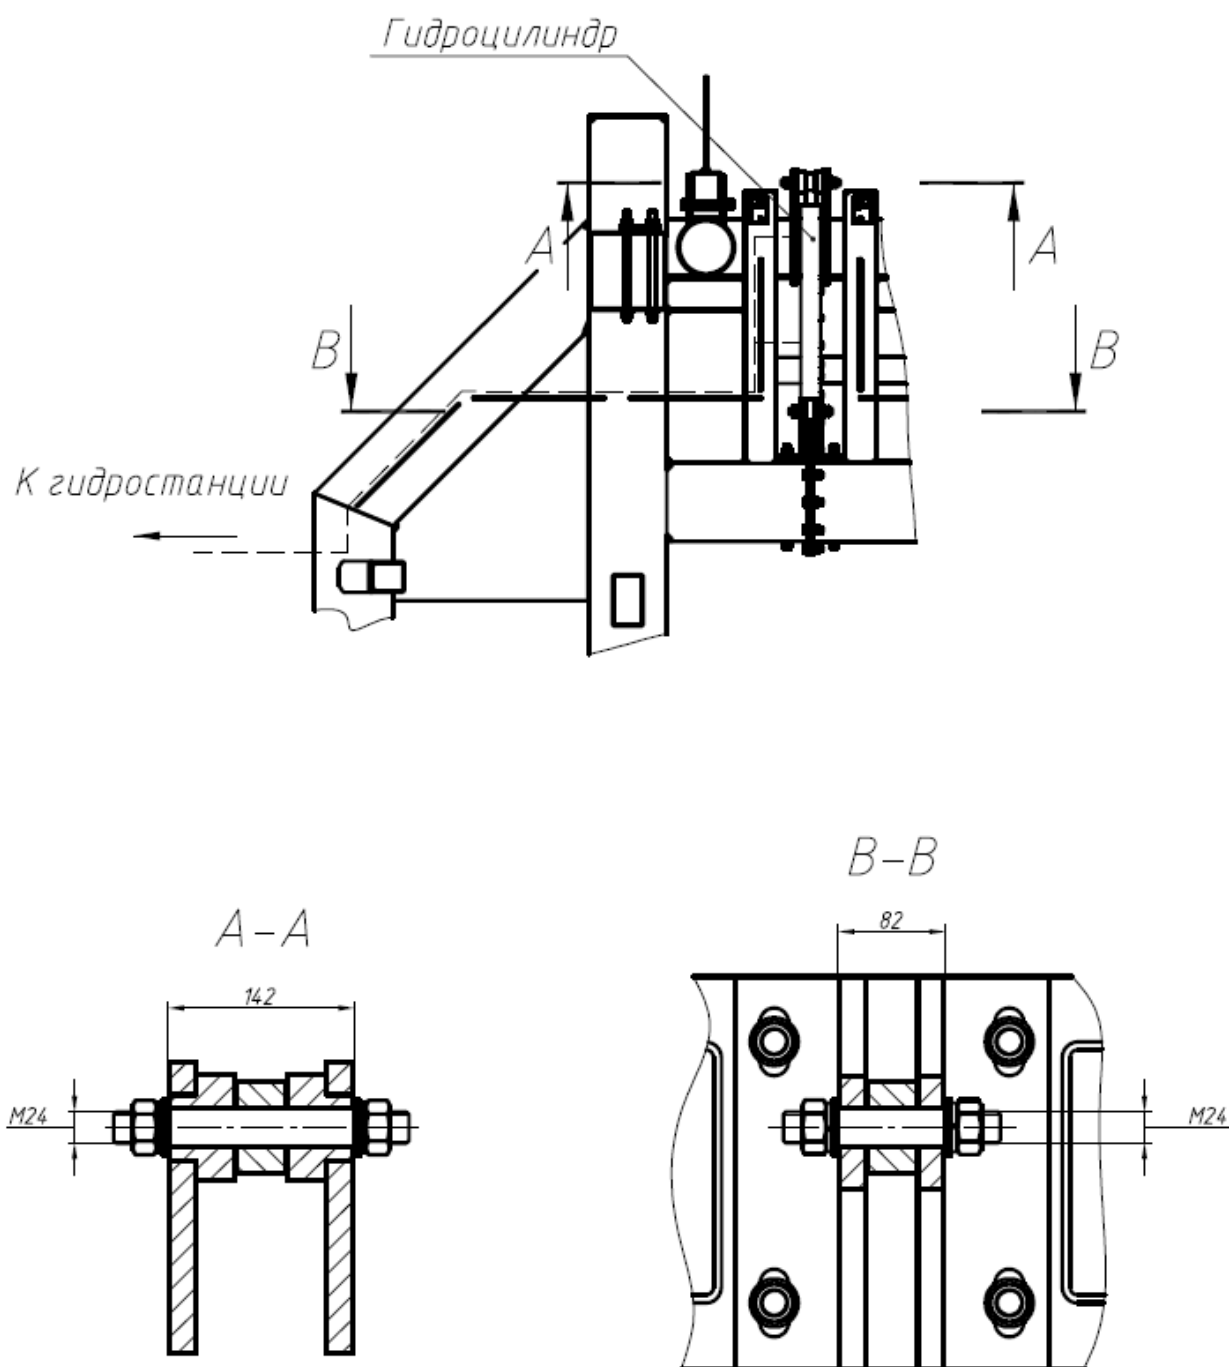
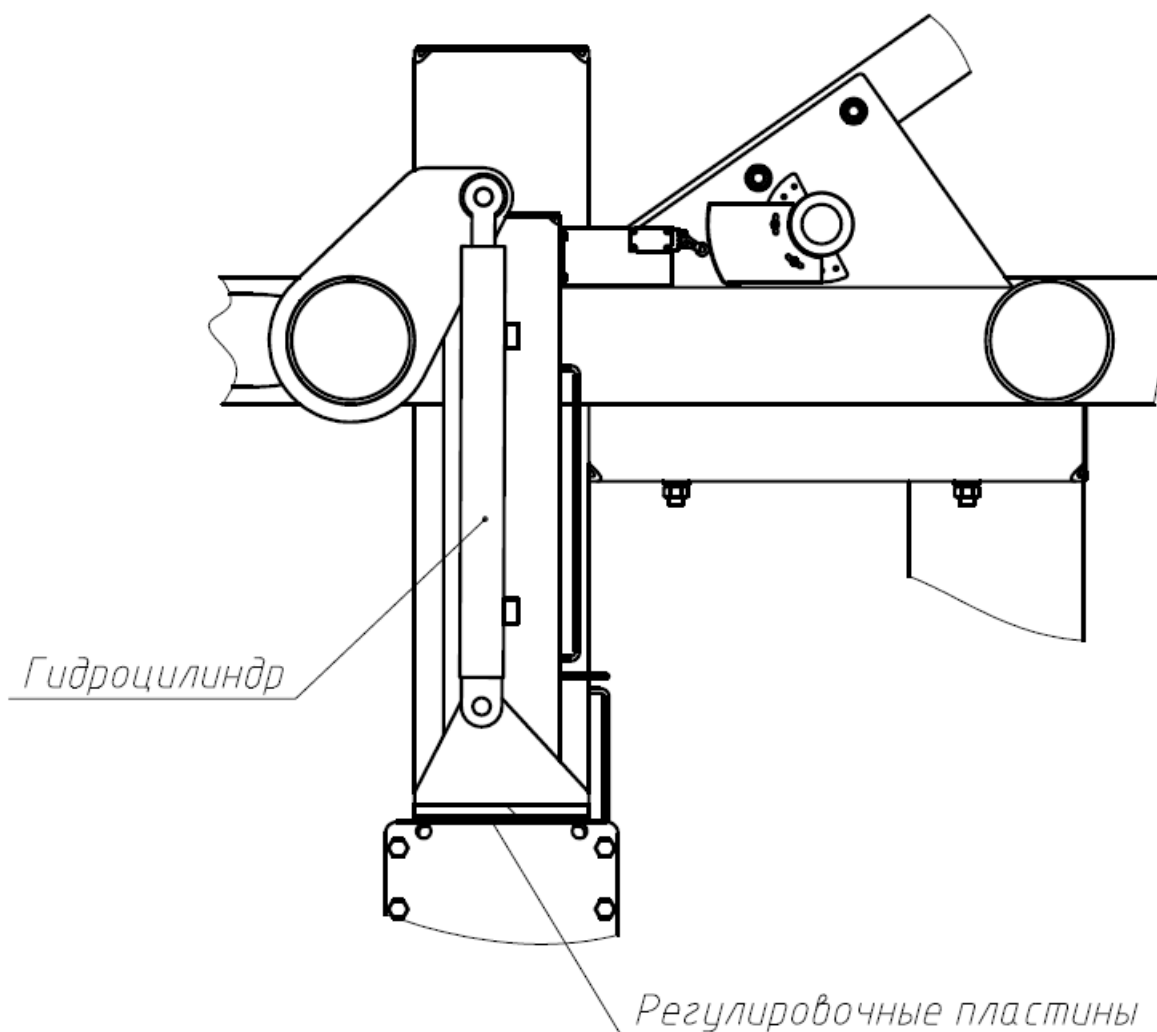

рис.8
рис.9
2.9 Установить гидроцилиндр (рис.8). Гидроцилиндр следует устанавливать при полностью опущенной стреле, опирающейся на стойку, шток гидроцилиндра должен быть полностью втянут (в крайнем положении). Сначала установить гидроцилиндр на оси стрелы, а затем при помощи регулировочных пластин выставить нижнюю точку крепления гидроцилиндра (рис. 9) до совпадения осей. Добавление регулировочных пластин толщиной 5мм увеличивает угол подъема стрелы.